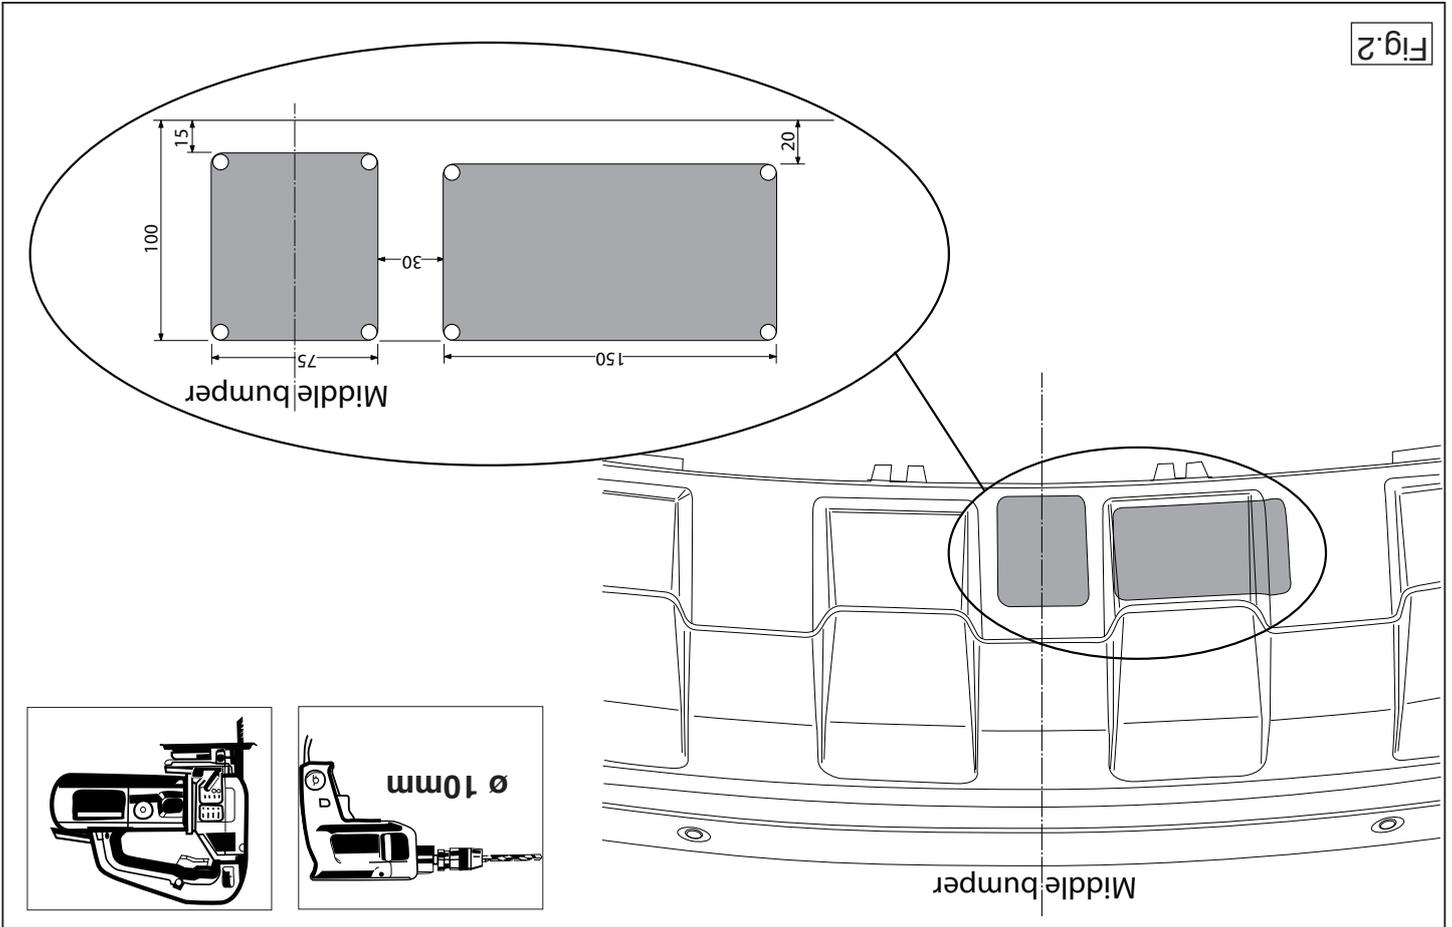

Fig.2
5. Auf der Unterseite der Stoßstange einen Teil aus der Mitte gemäß Abbildung 2 heraus schneiden.
5. Scier au centre de la partie inférieure du pare-chocs une partie correspondant à la figure 2.
4. Säv en del ud at kofangeren midt på undersiden jf. fig. 2.